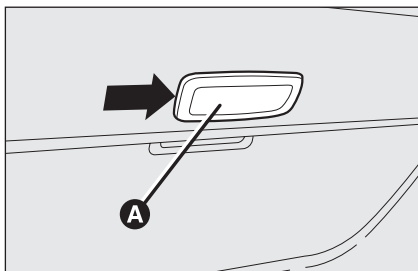

fig. 40
- agir sur le point indiqué par la flèche et enlever le plafonnier **A**-fig. 40;